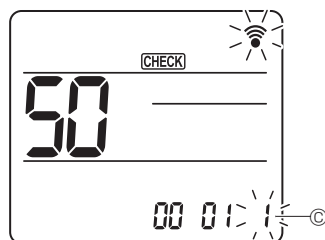

Fig. 6-17
- ④ Выбор номера настройки
Для смены номера настройки ③ пользуйтесь кнопкой [UP]. (Fig. 6-17) Направьте беспроводной пульт дистанционного управления на приемник сигнала внутреннего блока и нажмите кнопку [SET].
- ⑤ Выбор нескольких функций одновременно